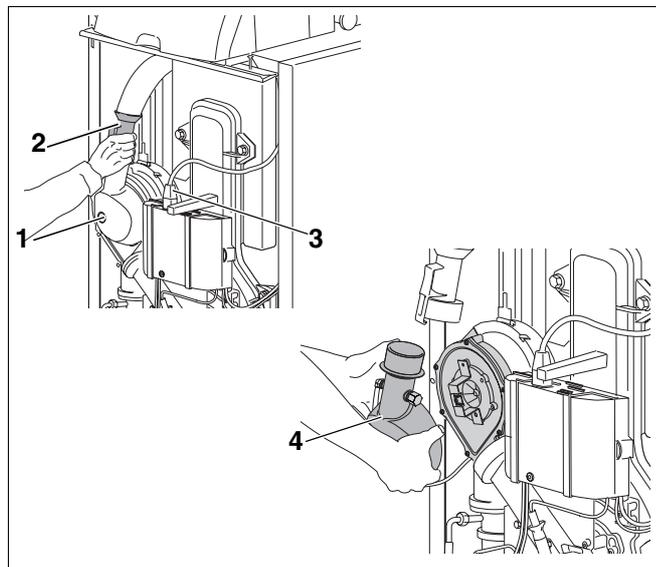

Fig. 56 Rimuovere il collegamento dell'aria comburente
- Estrarre la spina di rete (fig. 56, **pos. 3**) del dispositivo SAFE.
- Smontare il tubo Venturi (fig. 56, **pos. 2**) dal collegamento dell'aria comburente.
- Estrarre il tubo d'aspirazione del filtro del gasolio dal collegamento per l'aria comburente (fig. 56, **pos. 4**).
- Allentare la vite (fig. 56, **pos. 1**) del collegamento dell'aria comburente.
- Rimuovere il collegamento dell'aria comburente (fig. 56, **pos. 4**) tirando in avanti e controllare lo stato di pulizia effettuando eventualmente la pulizia.
- Rimontare il collegamento dell'aria comburente (fig. 56, **pos. 4**)